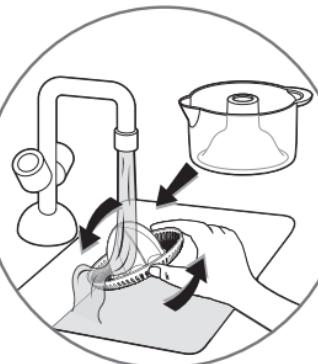

fig.3
- Nettoyez la verseuse (**B**) et le cône plastique (**C**) immédiatement après l'utilisation pour éviter que la pulpe ne colle (**fig. 3**).
- Clean the jug (**B**) and the plastic cone (**C**) immediately after use to avoid the pulp from sticking to them (fig. 3).
- Reinig de kom (**B**) en de kunststof perskegel (**C**) onmiddellijk na gebruik om te voorkomen dat het achtergebleven vruchtvlees aankoekt (**fig. 3**).
- Reinigen Sie Behälter (**B**) und Presskegel (**C**) unmittelbar nach dem Gebrauch, damit kein Fruchtfleisch kleben bleibt (**Abb. 3**).